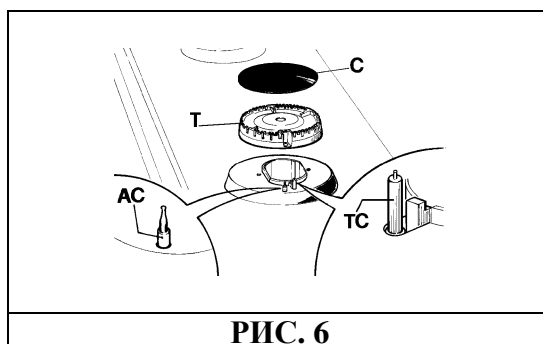

РИС. 6
Если Вы хотите, чтобы поверхность плиты всегда блестела, а все остальные детали всегда были в хорошем состоянии (решетки, эмалированные крышки конфорок "С" рассекатели конфорок „Т” - см. (рис. 6), очень важно мыть их губкой после каждого использования, используя теплую воду с мылом. Затем их следует вымыть чистой водой и вытереть насухо.
- *проверьте, чтобы отверстия рассекаателей „Т” не были засорены (рис. 6).*
- *Проверьте, чтобы крышки конфорок „С” (рис. 6) были правильно установлены на своих местах. Правильно установленная крышка фиксируется на своем месте и не сдвигается.*